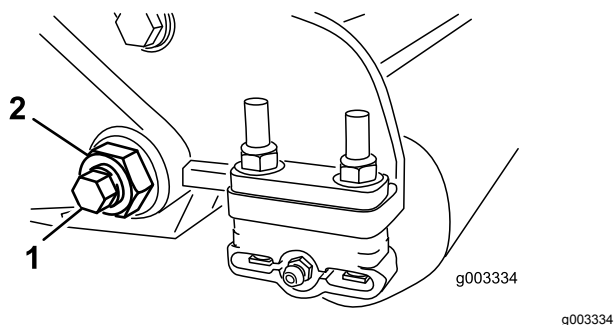
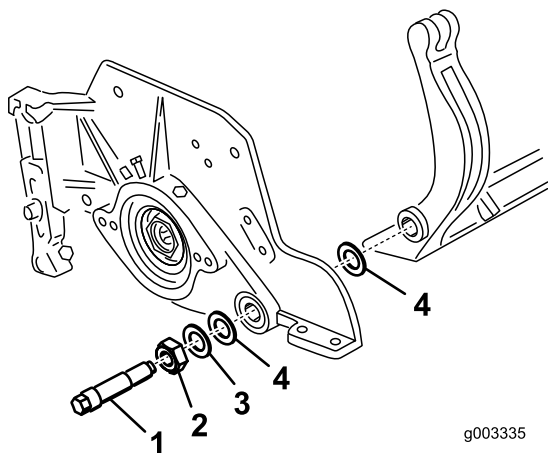

Figure 37
Figure 38
3. De chaque côté de la machine, desserrez le contre-écrou de fixation du boulon de la barre d'appui (Figure 37).
4. Retirez les boulons de la barre d'appui afin de pouvoir abaisser la barre et la déposer du boulon de la machine (Figure 37). Mettez de côté 2 rondelles en nylon et 1 rondelle en acier estampé à chaque extrémité de la barre d'appui (Figure 38).
Remarque: Placez une rondelle en nylon de chaque côté du bossage de la plaque latérale. Placez une rondelle en acier à l'extérieur de chaque rondelle en nylon (Figure 38).